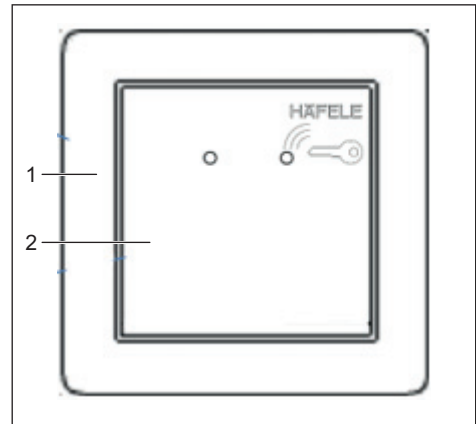

Fig. 17: Lecteur WRU 220 avec cadre
4. Fixer le cadre pour interrupteur . (Fig. 17/1) à l'interrupteur à l'aide du recouvrement fourni (Fig. 17/2).